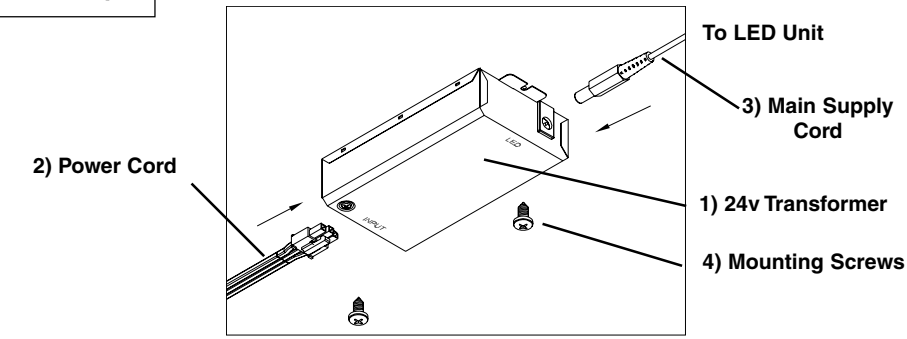

Fig. 1
2. Determine location for Transformer (1). Note: Transformer should be within 5' of wall outlet. (If Direct Wire installation is required- See Direct Wire Installation below before proceeding).
3. Install Transformer (1) with two screws (4) provided with Transformer.- See Fig. 1
2. Determine la ubicación para el Transformador (1). Nota: El transformador debe estar a menos de 5' del enchufe de pared. (Si requiere una instalación de Alambrado Directo- Vea la Instalación de Alambrado Directo abajo antes de proceder).
3. Instale el Transformador (1) con dos tornillos (4) proporcionados con el Transformador.- Vea Fig. 1.